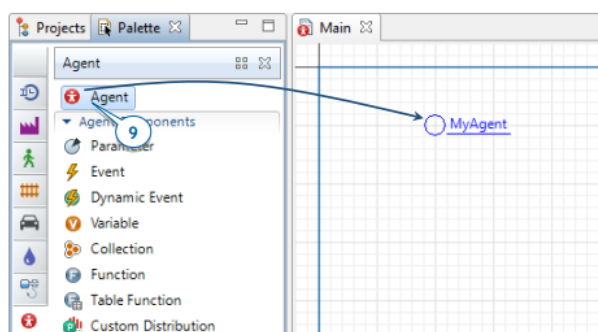

Рисунок 2.8 – Палітра агентів
12. Перетягніть агента з палітри агентів на головну діаграму, і відкриється майстер створення нового агента (рис. 2.8).